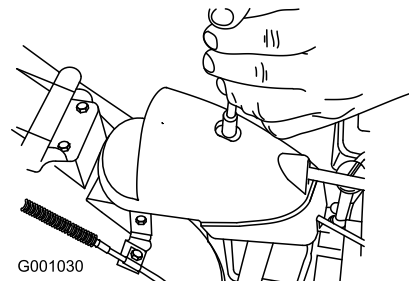

Figura 54
1. Togliete l'elemento di fissaggio dal coperchio degli ingranaggi (Figura 54), alzate la parte anteriore del coperchio e spingetela indietro perché non intralci l'operazione.